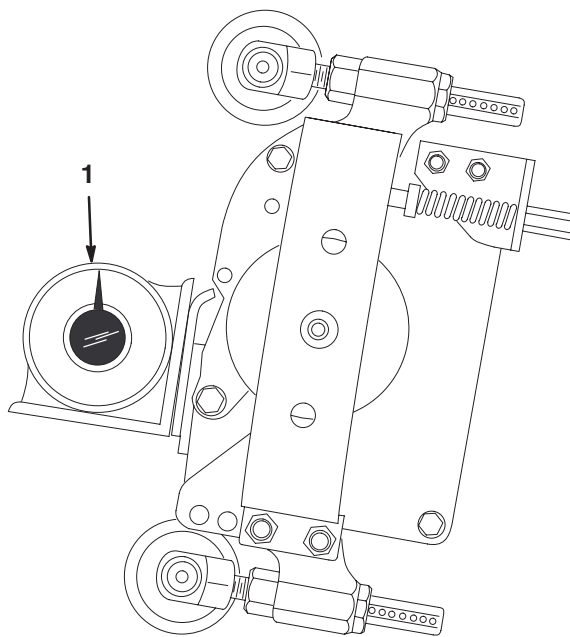

Bild 20
1. Legen Sie einen Winkelmesser (Toro Bestellnummer 99-3503) auf das Untermesser und lesen Sie den Untermesserwinkel ab (Bild 20).